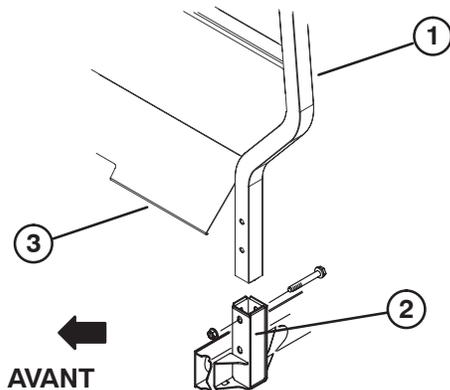

Figure 6
1. Insérez chaque côté de l'arceau de sécurité dans le support de montage, de part et d'autre du châssis et positionnez-le comme illustré à la Figure 6.
2. Fixez chaque côté de l'arceau de sécurité aux supports de montage avec (2) vis 1/2-13 x 3" assorties de contre-écrous.